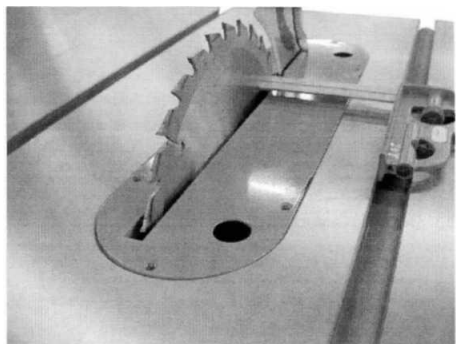

Рис. 17
Выравнивание пильного диска по отношению к столу производится на заводе. После определенного периода использования, а также после перемещения пильного станка в другое место пильный диск может потерять это выравнивание по отношению к столу. Чтобы проверить и выровнять пильный диск: (см. рисунок 17):
3. Выберите зуб на дальней части пильного диска (сзади) и поднимите зуб чуть выше вставки в столе. Отметьте зуб с помощью маркера. Измерьте расстояние от правого края Т-образного паза, используя поверочный угольник. Убедитесь, что измерения по телу пильного диска между зубьями, а не на зубе (рис. 17).